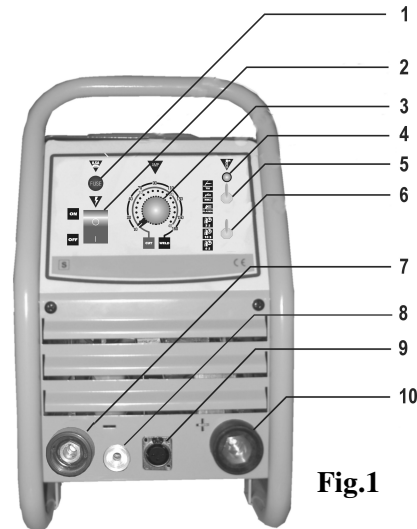
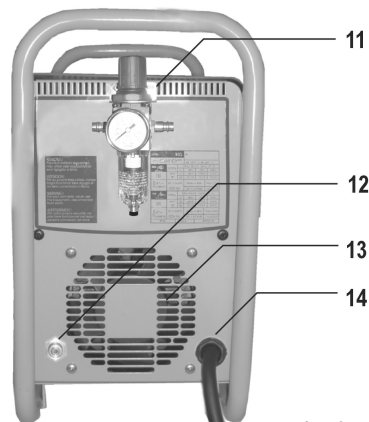

Fig.1
Fig.2
- Efectuar las conexiones a la red y tierra tal y como se indica en el capítulo "Instalación". Conectar la fuente de aire comprimido a la punta localizada en el panel trasero de la máquina (12-fig.2). Conectar el cable de masa a la toma rápida + (10-fig.1) y la antorcha a la toma rápida – (negativo) (7-fig.1), a la conexión de aire comprimido (8-fig.1) y la toma hembra 3 pinos (9-fig.1).
- Poner en marcha el equipo con el interruptor general (2-fig.1).
- Conectar el tubo de aire comprimido a la conexión de aire comprimido (12 – fig.2) localizada en el panel trasero de la máquina. Verificar si la presión del aire comprimido es la correcta (ver cuadro1). Si la presión del aire comprimido necesita ajustes, regular la válvula de regulación de presión de aire/ filtro (11-fig.2), tirando el botón para arriba e girarlo para obtener la presión correcta. En el final de la operación, empujar el botón hacia abajo para frenar la válvula de regulación de presión de aire.